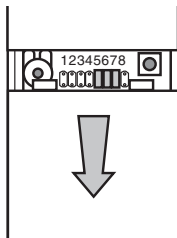

Figure 2
2. Ouvrez le boîtier du module d'extension. Appuyez sur le couvercle avec le pouce, puis faites glisser le couvercle comme illustré dans la Figure 2.
- Pour l'installer au moyen de vis, retirez le couvercle des piles en appuyant dessus avec le pouce et en le faisant glisser (voir la Figure 2).